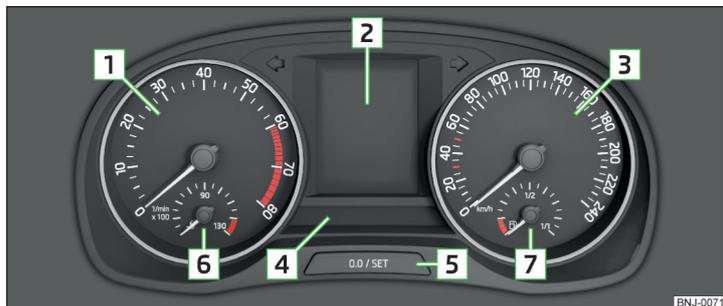
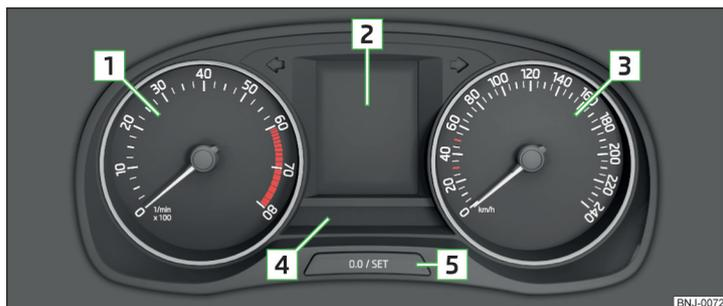

Abb. 20 Kombi-Instrument - Variante 1
Abb. 21 Kombi-Instrument - Variante 2
Der Drehzahlmesser **1** » Abb. 20 auf Seite 30 bzw. » Abb. 21 auf Seite 30 zeigt die aktuelle Motordrehzahl pro Minute an.
Der Geschwindigkeitsmesser **3** » Abb. 20 auf Seite 30 bzw. » Abb. 21 auf Seite 30 zeigt die aktuelle Geschwindigkeit an.
Gilt für Fahrzeuge mit dem Kombi-Instrument - Variante 1 » Abb. 20 auf Seite 30.
Die Fahrzeuge mit dem Kombi-Instrument - Variante 2 » Abb. 21 auf Seite 30 verfügen über keine Kühlmitteltemperaturanzeige. Diese sind lediglich mit einer Hochtemperaturanzeige ausgestattet » Seite 40, Kühlmittel.
► Die Taste **[5]** » Abb. 20 auf Seite 30 bzw. » Abb. 21 auf Seite 30 kurz drücken. ►